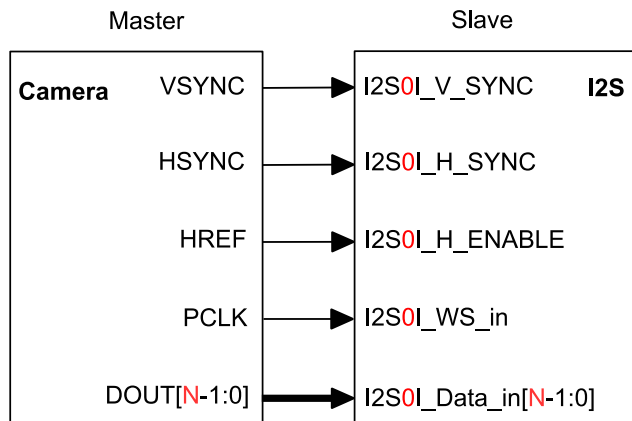

图 26-15. Camera 从机接收模式
ESP32-S2 I2S 可以配置成 Camera 从机接收模式，以此实现与外部 camera 模块的高速数据传输。在此模式下，I2S 模块工作在从机接收模式下，除了 16 路数据信号总线 I2S0I_Data_in[15:0] 外，还有 I2S0I_H_SYNC、I2S0I_V_SYNC 和 I2S0I_H_ENABLE 信号，具体管脚连接如图 26-15 所示。
2. 根据表 151 和图 26-15 的描述，配置信号管脚。